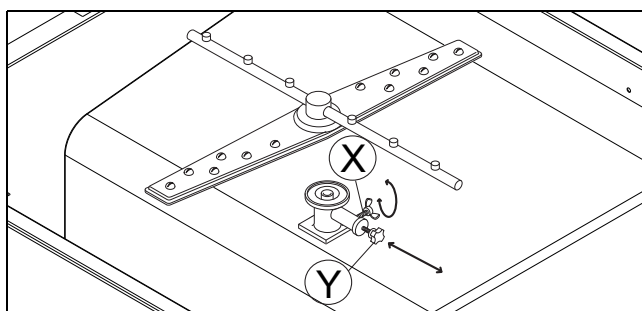

Figura 20 Regulación de la presión del agua de lavado
- aflojar la tuerca de aletas "X" (Figura 20);
- presionar la válvula de limitación "Y" (Figura 20) hacia dentro para reducir la presión del agua en el brazo de lavado inferior y aumentar la presión del agua en el brazo superior, de manera que las ollas no se desplacen.
- apretar la tuerca de aletas "X" (Figura 20).
- extraer la válvula de limitación "Y" (Figura 20);